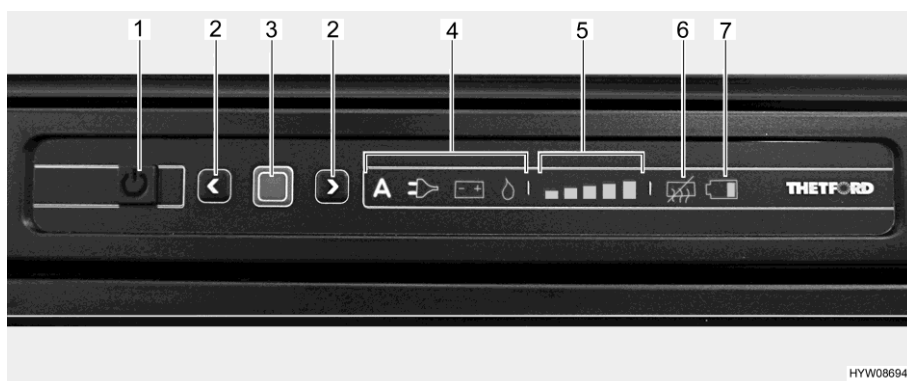

Fig. 121 Panneau de commande DEL (réfrigérateur Thetford)
- Appuyer sur la touche Marche/Arrêt (Fig. 121,1) pendant 1 seconde. La touche s'allume en vert. L'affichage devient plus sombre pour des raisons d'économie d'énergie au bout d'env. 10 secondes.
- Appuyer sur la touche de confirmation (Fig. 121,3). Le dernier mode de fonctionnement qui a été choisi est affiché.
- Appuyer sur la touche de confirmation (Fig. 121,3) pendant env. 2 secondes. Les symboles des modes de fonctionnement clignotent.
- Sélection manuelle d'énergie : Sélectionner la source d'énergie désirée avec les touches fléchées (Fig. 121,2).
- Sélection automatique d'énergie (uniquement sur le modèle à sélection automatique d'énergie) : Sélectionner le mode de fonctionnement "A" avec les touches fléchées (Fig. 121,2).
- Confirmer la sélection avec la touche de confirmation (Fig. 121,3).
- Appuyer de nouveau sur la touche de confirmation (Fig. 121,3). L'affichage du degré de réfrigération (Fig. 121,5) clignote.
- Pour changer le réglage, appuyer sur les touches fléchées (Fig. 121,2) jusqu'à ce que le réglage désiré soit affiché.
- Appuyer sur la touche Marche/Arrêt (Fig. 121,1) pendant env. 2 secondes. Toutes les lampes s'éteignent. Le réfrigérateur est coupé.
Lorsque le réfrigérateur est mis en marche, il choisit automatiquement le dernier réglage du thermostat qui a été choisi. Ce réglage peut cependant être corrigé manuellement à l'aide des touches fléchées (Fig. 121,2). Il faudra attendre quelques heures jusqu'à ce que le réfrigérateur ait atteint sa température normale de réfrigération. Le réglage du thermostat est conservé en cas de commutation sur un autre mode de fonctionnement.